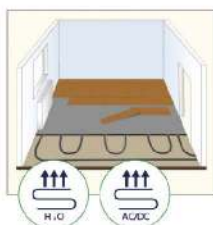

Рисунок 6
- температура нагрева основания должна повышаться постепенно, не более, чем на 1°C / час. Резкий нагрев ламината может привести к нарушению замкового соединения и появлению щелей между панелями (см. рис. 6).